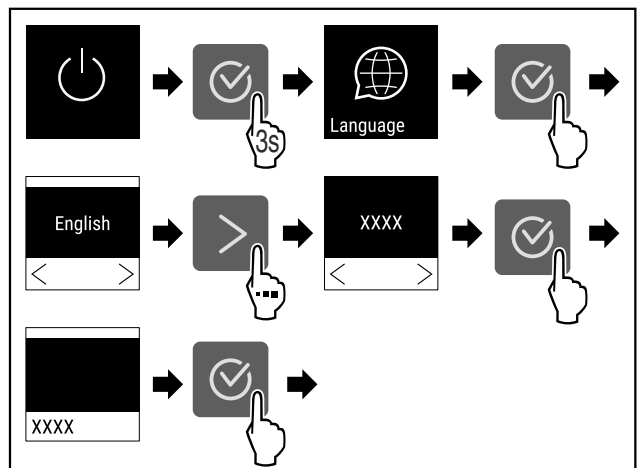

Fig. 50
- ▶ Провести етапи операцій (див. Fig. 50).